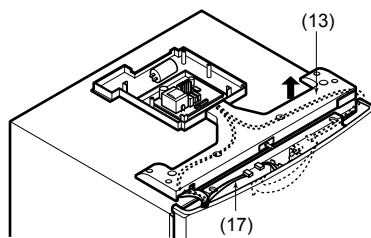

Рис. 5
- Переместите жгут проводов (17) рис. 5 на противоположную сторону крышки (13) рис. 5;